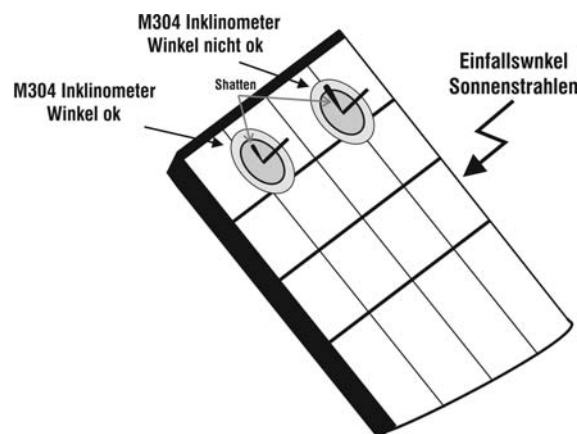

Abb. 8: Positionierung des Inclinometers M304
17. Stellen Sie den mitgelieferten Neigungsmesser M304 auf die PV Moduloberfläche. **Überprüfen Sie, ob der Schatten des Messstabes “nicht über den Rand des auf dem Neigungsmesser eingezeichneten Kreises hinausragt” (Abb. 8).** Der Einfallswinkel der Sonnenstrahlen auf die PV Moduloberfläche würde sonst zu flach sein und nicht den normgerechten Testbedingungen der Solarmodul-Hersteller entsprechen. In diesem Fall ist keine Übereinstimmung der SOLAR I-Vw Messdaten mit jenen des Herstellers zu erwarten. Die Messungen müssen folglich zu einer anderen Tageszeit vorgenommen werden.